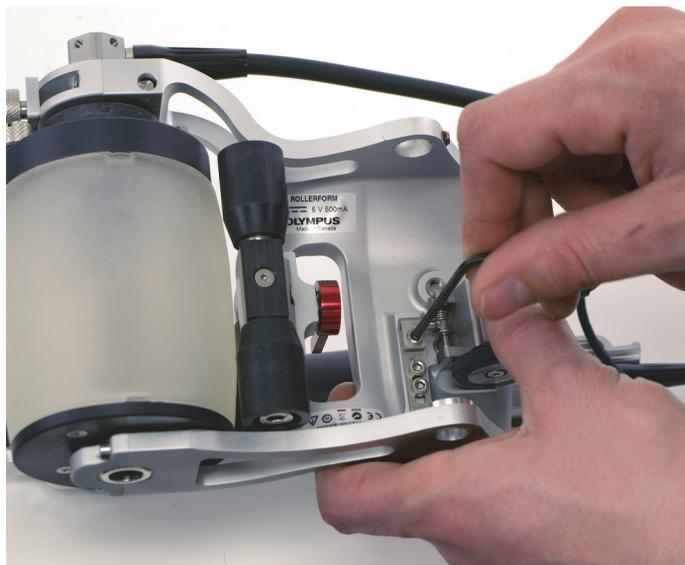

图 6-36 拧松编码器上的紧固螺钉
4. 拧松Mini-Wheel（袖珍轮）编码器上的紧固螺钉（参见第108页的图 6-36）。